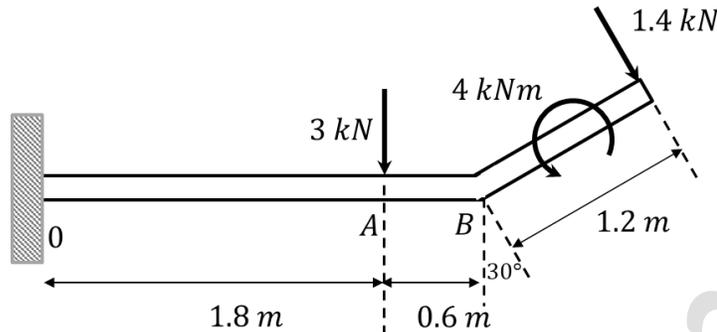

Fig. 4.3.
4.2.- Considere una barra uniforme de 50 (kg) por metro de longitud como muestra la Fig. 4.3. La viga está empotrada en una pared en 0. Determine en este punto las reacciones en la barra.